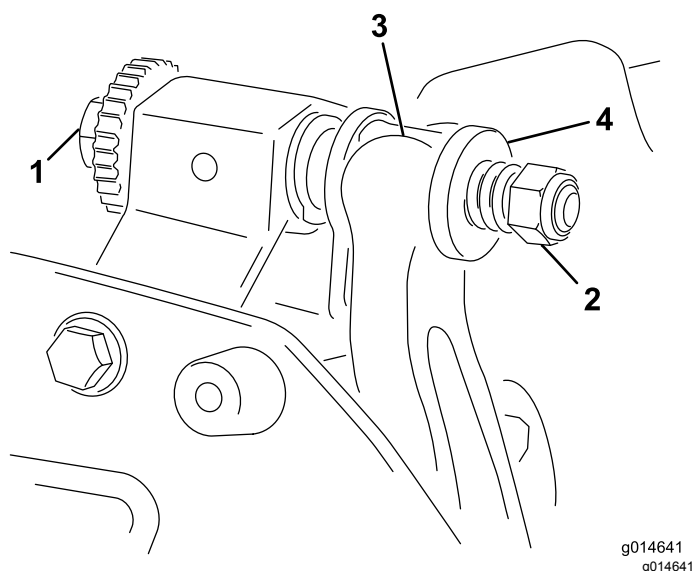

Figura 22
1. Gire el tornillo de ajuste de la barra de asiento en el sentido contrario a las agujas del reloj para alejar la contracuchilla del molinete (Figura 22).
2. Afloje la tuerca de tensado del muelle hasta que el muelle deje de presionar la arandela contra la barra de asiento (Figura 22).